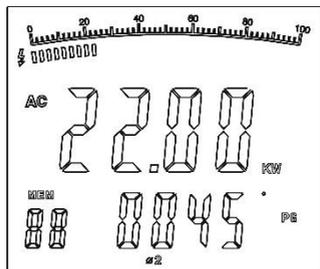

Figure 9
2. Après avoir enregistré la mesure de la puissance de courant de la première phase, appuyez sur la touche SEL pour choisir ② . Le double écran montre la valeur KW de puissance active et la valeur PG biphasée, comme sur la figure 9.